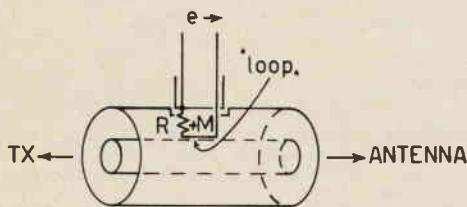
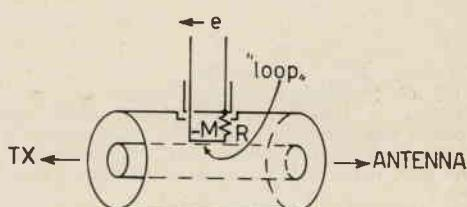

Figura 6
Figura 7
Inserendo il circuito di accoppiamento come in figura 6, la tensione « $e \rightarrow$ » a radiofrequenza è proporzionale alla tensione diretta all'antenna; ruotando l'accoppiamento stesso di 180° (e cioè il supporto che lo sostiene) la tensione « $\leftarrow e$ » è proporzionale alla tensione dell'onda riflessa (figura 7). Essendo poi il sistema a impedenza costante potremo conoscere, mediante opportuna taratura, il valore della potenza diretta, della potenza riflessa e quindi anche del rapporto onde stazionarie (11). Vediamo di dimostrare come in effetti un tale circuito si comporti come un accoppiatore direzionale.